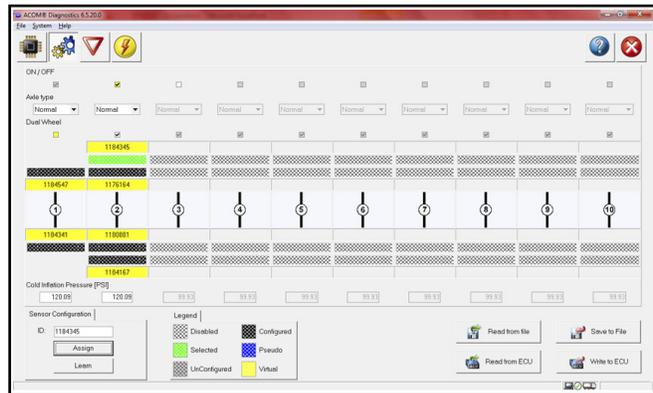

Figure C15 - Assigner un numéro de capteur
10. Dans le logiciel ACom, assigner un numéro de capteur à chaque case de pneu. Voir Figure C15.